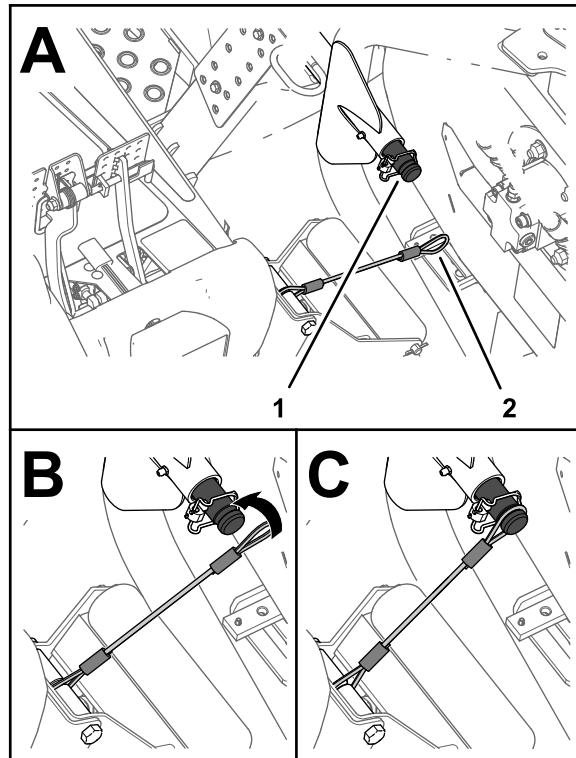

Рисунок 33
5. Совместите строп с несущим валом подъемного рычага переднего наружного режущего блока (Рисунок 33).
6. Наденьте петлю стропа на несущий вал до полной посадки петли в канавку вала (Рисунок 33).